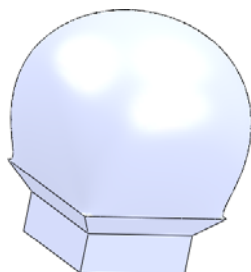

图 6-164 生成锥削弯曲特征
- 03 单击对话框中的 【确定】按钮，完成锥削弯曲特征，如图 6-164 所示。